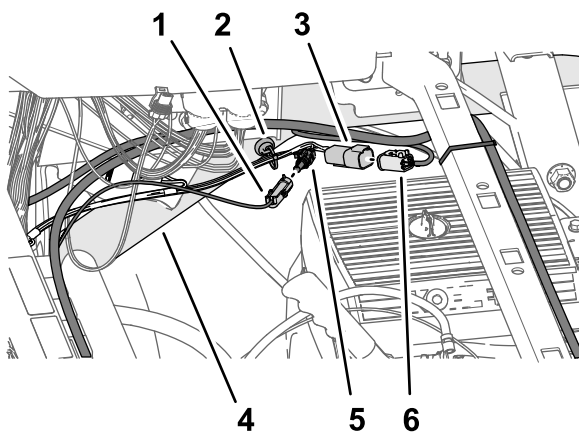

Figure 204
3. Branchez le connecteur à 1 broche du faisceau de batterie étiqueté *****IMPORTANT***** ONLY CONNECT THIS WIRE TO SWITCHED 12V POWER SOURCE au connecteur à 1 douille de la branche de 66 cm du faisceau du kit (Figure 204) étiqueté (SW'D PWR FOR GEN 2 TOPCON).
4. Branchez le connecteur à 4 broches de la branche de 66 cm du faisceau du kit étiqueté ASC 10 PWR & CAN FROM X30 au connecteur à 4 douilles de la branche du faisceau de données étiqueté CAN 2/ASC10 BUS (Figure 204).